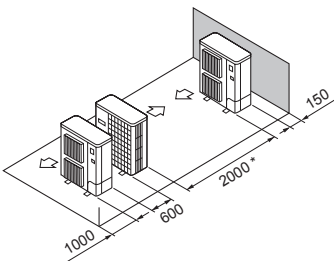

Fig. 2-17
- ⑤ Tekli paralel ünite düzeni (Fig. 2-17)